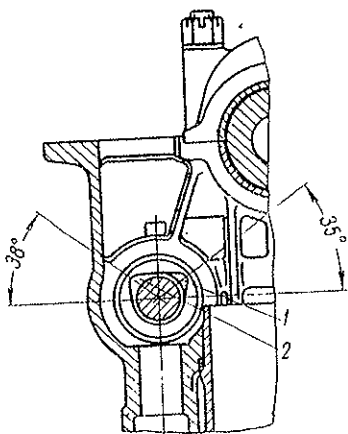

Bild 88 Lage der Nocken an Nockenwelle für ersten Zylinder beim Einstellen des Zündverteilerantriebs:
a) Mit Drehen der Kurbelwelle das Merkzeichen an Riemen-scheibengelege der Kurbelwelle in Übereinstimmung mit dem Zeiger am Steuerräderdeckel bringen (Bild 14); hierbei sollen die Nocken der Nockenwelle für den ersten Zylinder mit ihren Spitzen nach der den Stößeln entgegengesetzten Seite (zur Ölwanne hin) gerichtet sein und symmetrisch liegen, wie in Bild 88 dargestellt ist. Dies entspricht der Lage des Kolbens vom ersten Zylinder im oberen Totpunkt nach dem VerdichtungsHub;